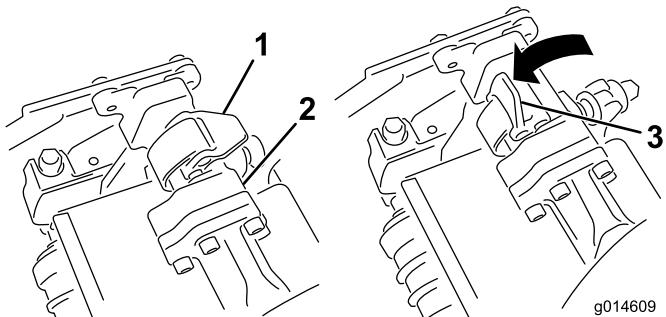
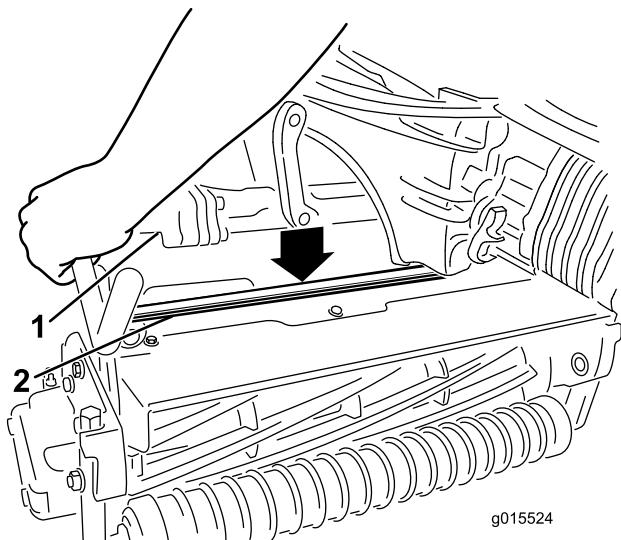

図 13
図 14
- サスペンション・アームのバーについているラッチを上向き（開いた状態）にして（図 13）、サスペンション・アームを押し下げて、バーを、カッティングユニットのバーの上に被せるようする（図 14）。
10. ラッチを下げて閉じるとカッティングユニットのバーがロックされてユニットがアームにセットされる（図 13）。